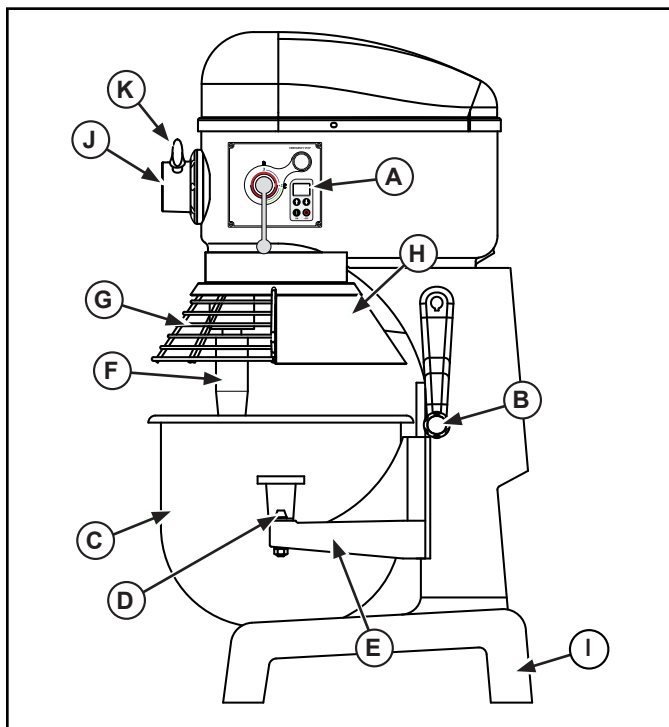

Abbildung 3. 44-l-Mixer – Funktionsmerkmale und Bedienelemente.
1. Die Schlüssel-Schutzblende (G) schließen. Siehe Abbildung 3 oder 4. Die Schutzblende muss geschlossen sein, damit der Mixer eingeschaltet werden kann. Wenn die Schutzblende offen oder nicht richtig geschlossen ist, lässt sich der Mixer nicht in Betrieb nehmen.